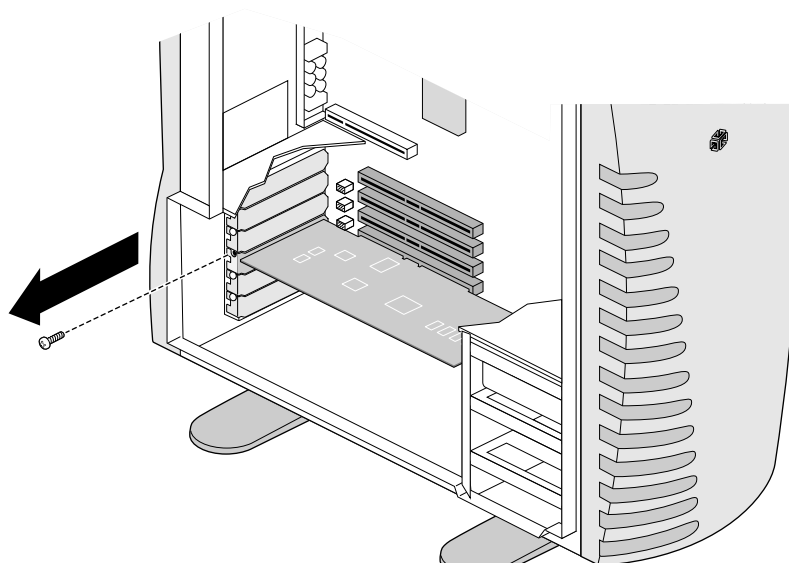

Figura 5-5 Removendo o parafuso da placa PCI
5. Use uma chave de fenda Phillips para remover o parafuso que fixa a placa PCI. Veja a Figura 5-5.